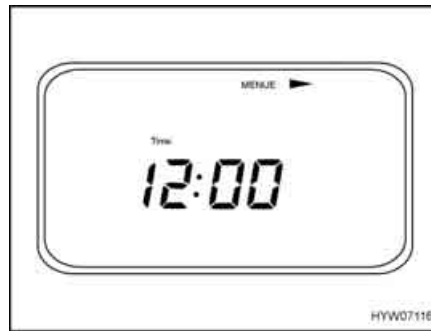

Fig. 138 Menu Impostazioni (pagina di menu 1)
- Premere il tasto "MENUE" (Fig. 133,3) per più di 3 secondi: Appare il menu Impostazioni (Fig. 138).